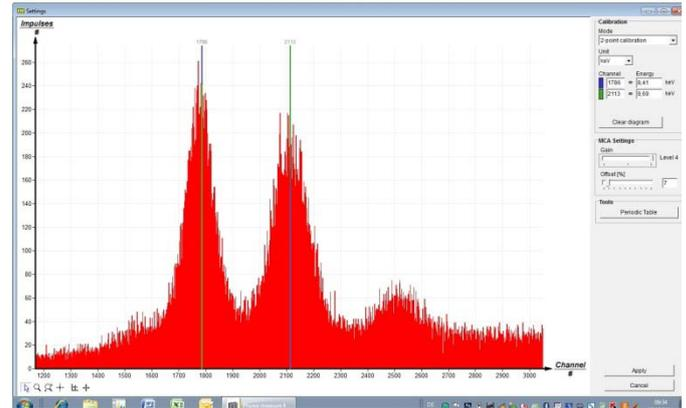

Abb. 5: Kalibrierung des VKA
- Im MEASURE-Programm unter „Messgerät“ VKA-auswählen. Dann „Einstellungen und Kalibrieren“ wählen. Nach Anklicken der Schaltfläche „Kalibrieren“ kann nun ein Spektrum gemessen werden. Die Zählrate sollte dabei < 300 Imp./s betragen (evtl Zählrohr weiter aus dem Strahl bewegen). Einstellungen zur Energiekalibrierung: – 2-Punkt Kalibrierung, – Einheit = keV, Verstärkungsfaktor = 4, – der Offset ist so zu wählen, dass niederenergetische Rauschsignale unterdrückt werden (in der Regel genügt ein Offset von einigen %) – siehe Abb. 5.